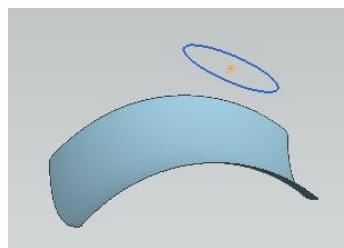

Рис.86
- Вообще-то, по этой команде можно проецировать и кривые, и ребра, и точки. В данном случае сосредоточимся на кривой (рис.86).